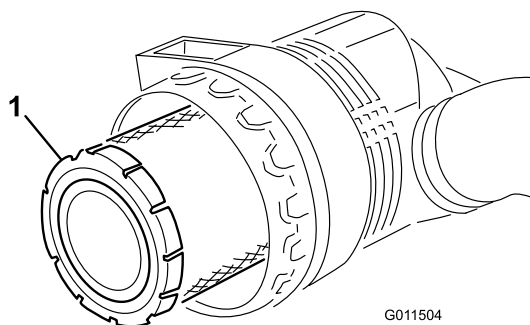

Figure 27
- Déposez et remplacez le filtre (Figure 27).